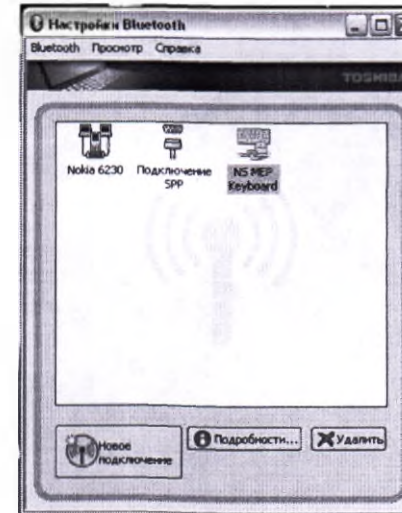

Рис. 14
12. Произойдет установка необходимых драйверов, после этого клавиатура будет подключена и ее можно будет использовать (рис. 14).